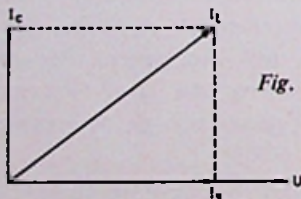

Fig. 4
b. In fig. 4 zijn de gevraagde vectoren getekend.